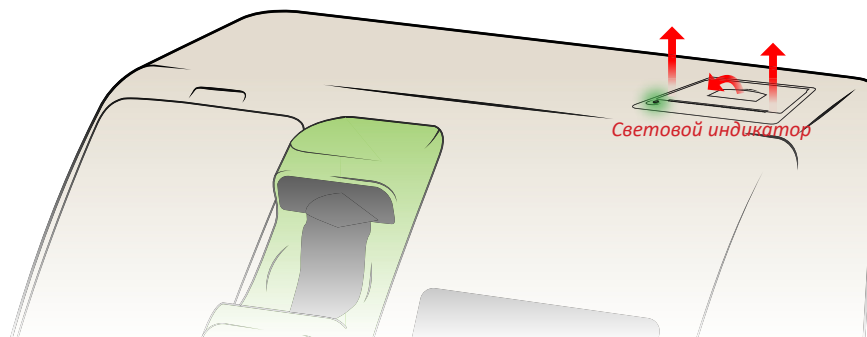

Рисунок 28
1. Потяните рычаг (см. рис. 28), пока крышка не выйдет из заблокированного положения.